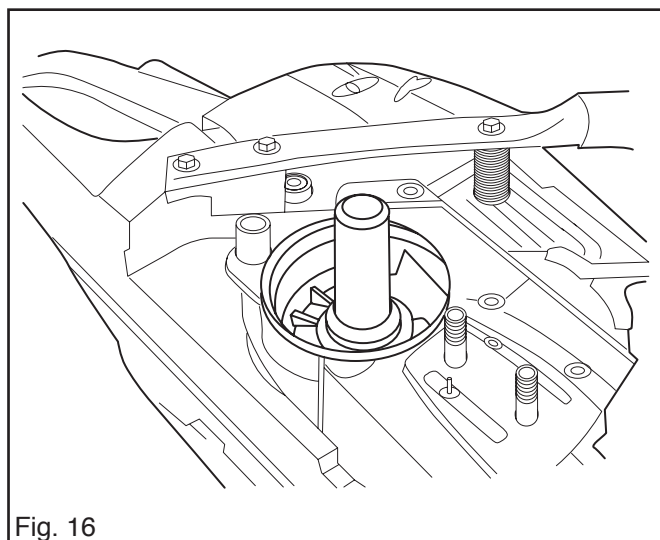

Fig. 16
3. Mettre en place la nouvelle bague d'étanchéité avec le mandrin (pos. 11 pages 6 et 7). Voir fig. 16.